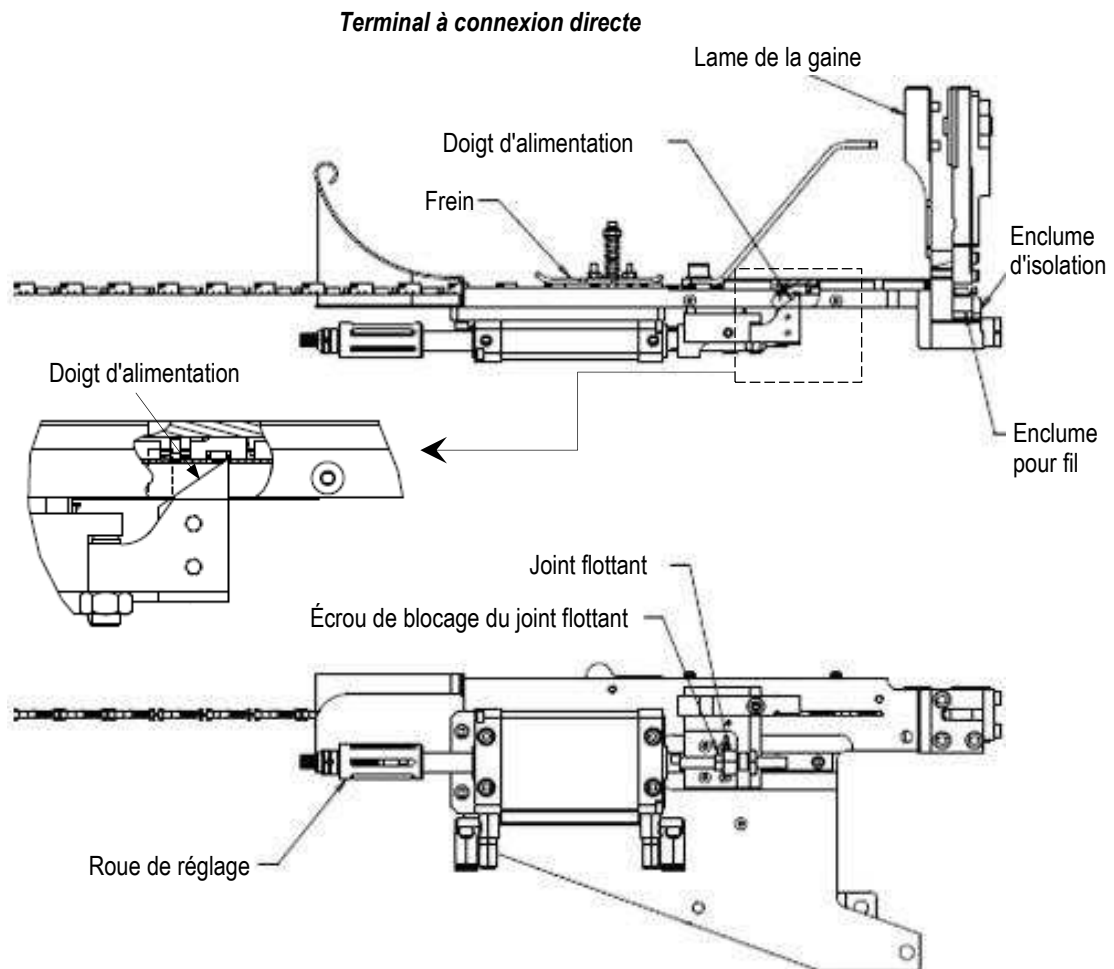

Figure 21
3. Pousser le bornier vers l'avant jusqu'à ce que les cosses s'engagent au-delà du doigt d'alimentation, puis tirer vers l'arrière sur le bornier pour vérifier que le doigt d'alimentation s'engage fermement dans le bornier (voir Figure 21).